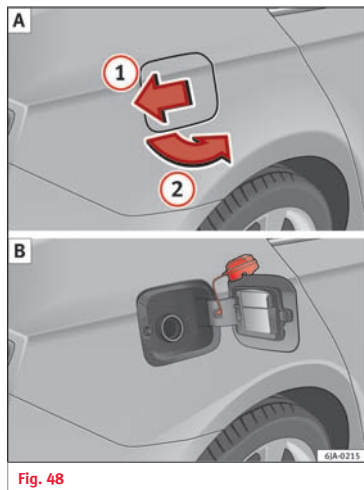

Fig. 48
- Tryk på tankklappen ① » » Fig. 48 A i pilens retning, og åbn klappen i pilens retning ②.
- Sæt tankdækslet ind i den øverste del af tankklappen » » Fig. 48 B.